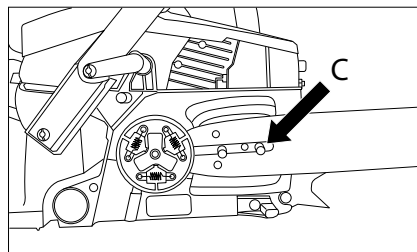

Rys. 4
2. Ustaw osłonę hamulca łańcucha w pozycji roboczej, pociągając dźwignię do siebie. Upewnij się, że łańcuch obraca się wokół prowadnicy (rys. 4).